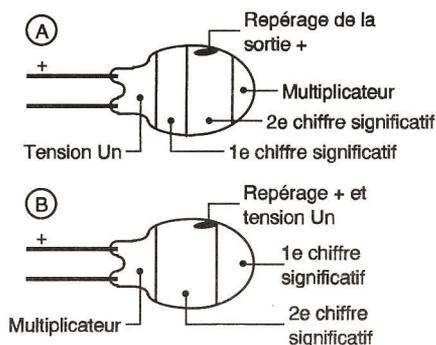

Fig 3
- Modèles miniature « goutte » polarisés (fig. 3)